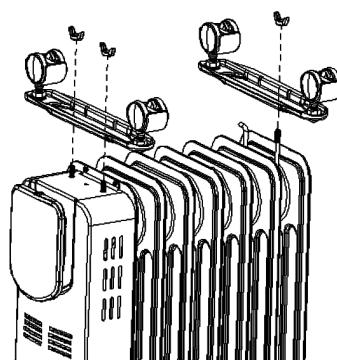

Abbildung 2 Schema für die Montage des Rollenbretts
- (1) Auf der Oberseite des Heizgeräts wird das Rollenbrett in Position gebracht und mit Flügelmuttern und U-Schrauben befestigt, wie in Abbildung 2 gezeigt;
- (2) Schließlich wird das Heizgerät an der richtigen Stelle aufgestellt.